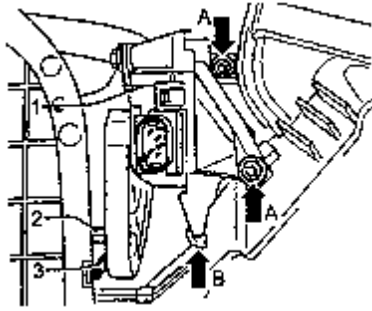

图 13-55 拔出伺服电机
(7) 空调调节伺服电机的更换
①风滞压力活门伺服电机 V71 的拆卸的安装
a.拆卸：卸下仪表板。将仪表板横梁从横壁上脱开。将分配器箱和蒸发器壳体抬起来。用一面镜子，在副驾驶员侧分配器箱和蒸发器壳体后面照着。如图 13-55 所示，将紧固螺栓（TORX T15）拧出来（箭头 A 所指），拔掉插接件，向下拔出伺服电机。